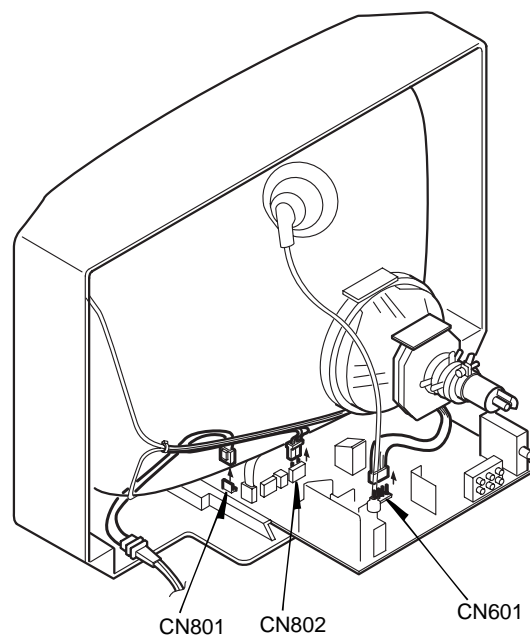

Fig. 5-1
- (1) CN601, CN801, CN802を外す。(Fig. 5-1参照)